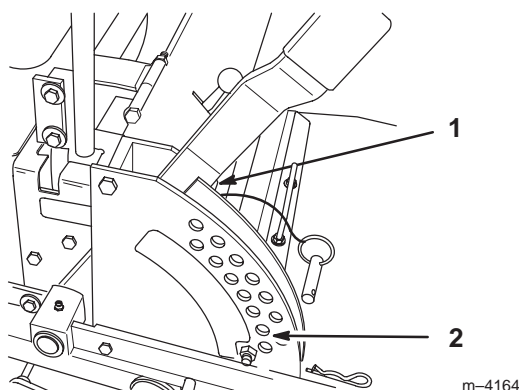

Figure 63
4. Relevez le plateau de coupe en position de transport et détendez les deux grands ressorts de levage du plateau en desserrant l'écrou situé devant chaque ressort (Fig. 63).
5. Placez deux cales de 38 mm d'épaisseur sous le bord inférieur arrière gauche et droit de la tondeuse. Placez une cale de 57 mm sous le bord inférieur central avant de la tondeuse. Sélectionnez la hauteur de coupe de 51 mm (Fig. 63).
1. Déplacez le levier de relevage du plateau de coupe à la position de transport (Fig. 63).